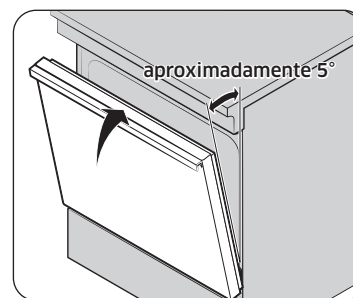

Fig. 1
4. Cierre la puerta para colocarla en la posición de extracción, que está a aproximadamente 5 grados de la posición vertical (Fig. 1).